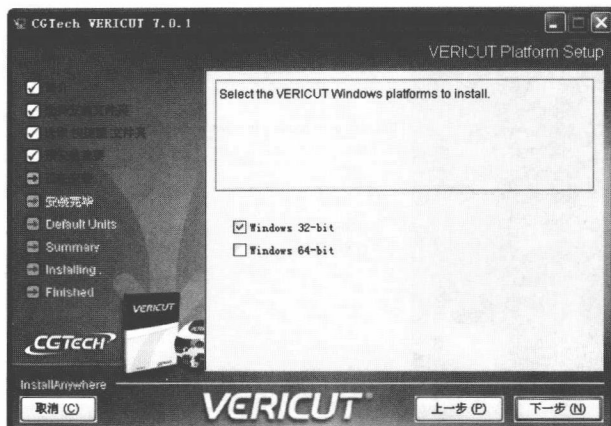

图 1-7 VERICUT platform setup 窗口
⑦ 点击“下一步”及“ Full Vericut”将会出现图 1-7 所示画面。